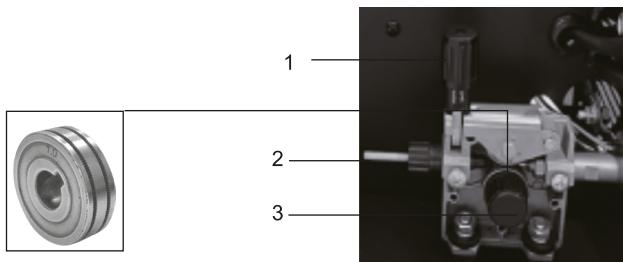

рис.4
**12.** Установите катушку с сварочной проволокой на шкиф (рис.2 поз. 2) так, чтобы при подаче проволоки катушка вращалась против часовой стрелки, для этого необходимо открутить фиксатор шкива (рис.2 поз.1), установить катушку и зафиксировать ее в обратной последовательности, после чего пропустите сварочную проволоку в механизм подачи (рис. 4):
- открутите фиксатор изменения усилия зажатия (рис.4 поз.1) и откройте прижимной механизм подачи проволоки, отведя его вверх;
- проверьте, чтобы размер канавки ролика на прижимном механизме соответствовал диаметру используемой сварочной проволоки, при необходимости поменяйте положение ролика, открутив фиксатор ролика (рис. 4 поз.3) против часовой стрелки;
- пропустите проволоку внутри направляющей трубы (рис.4 поз.2) и дальше в механизм подачи;
- опустите прижимной механизм и установите необходимое усилие прижима ролика поворотом фиксатора (рис.4 поз.1);